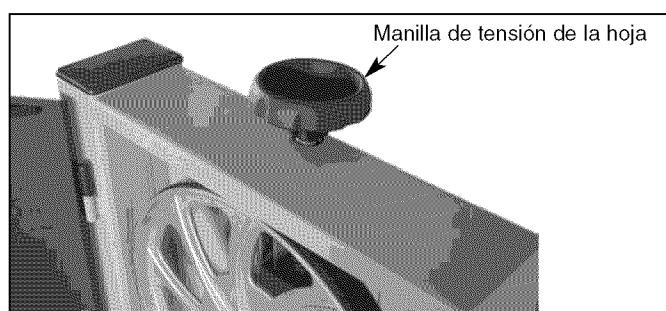

Figura 21 – Ajuste la Tensión de la Hoja
Consulte la Figura 21.
- Gire hacia la izquierda la manilla de tensión de la hoja en la parte superior del alojamiento de la rueda superior para aflojar la tensión de la hoja hasta que la hoja de la sierra se haya destensado (visto desde arriba). Véase la Figura 21.